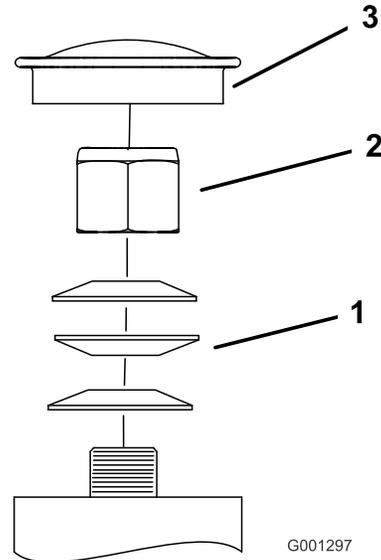

Figura 59
3. Retire el tapón guardapolvo de la rueda giratoria y apriete la contratuerca (Figura 59).
4. Apriete la contratuerca hasta que las arandelas de muelle estén planas, luego afloje 1/4 de vuelta para establecer la pre-carga correcta de los cojinetes (Figura 59).
Importante: Asegúrese de que las arandelas de muelle están correctamente instaladas, según se muestra en Figura 59.
5. Coloque el tapón guardapolvo (Figura 59).